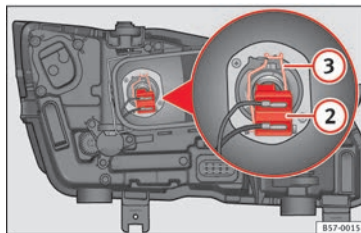

Abb. 106 Im Motorraum: Glühlampe Abblendlicht.
3. Ziehen Sie den Stecker » **Abb. 106** ② von der Lampe ab.
4. Nehmen Sie die Haltefeder » **Abb. 106** ③ durch Eindrücken und Rechtsdrehung ab.